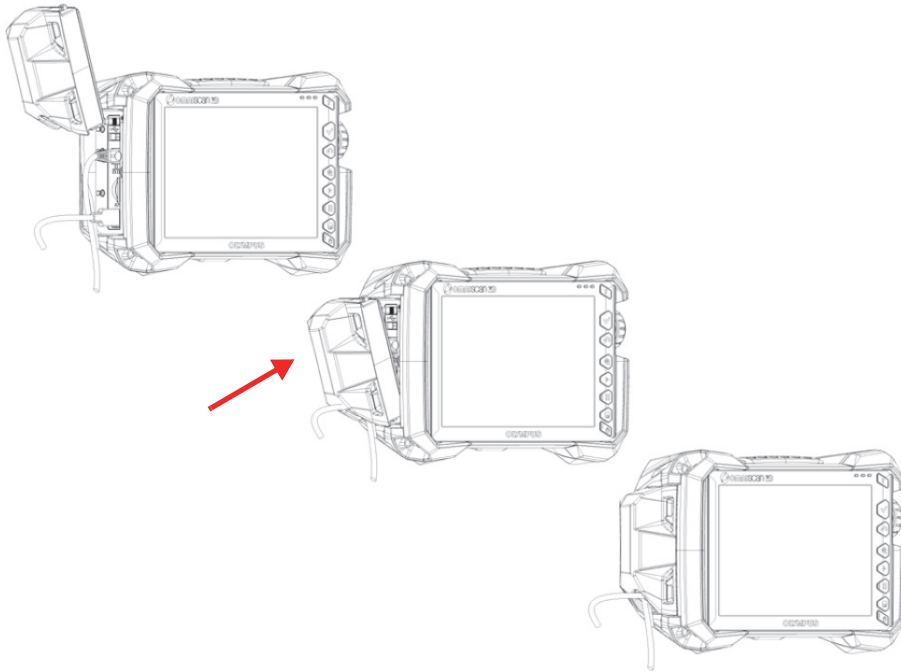

Figura 2-12 Bloqueo de la puerta especial en su respectivo lugar
4. Bloquee la tapa para fines especiales en su respectivo lugar de forma segura (ver Figura 2-12 en la página 40).